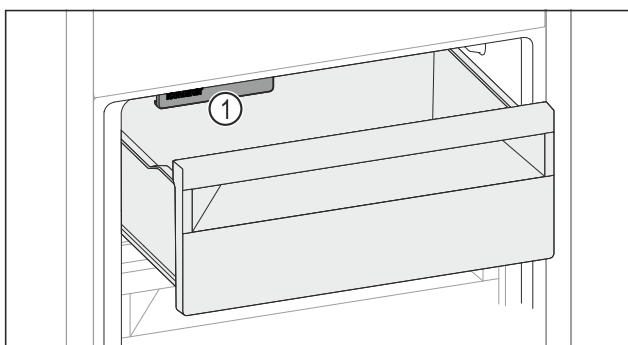

Fig. 131
- ▶ Tenere in considerazione l'IceMaker Fig. 131 (1).